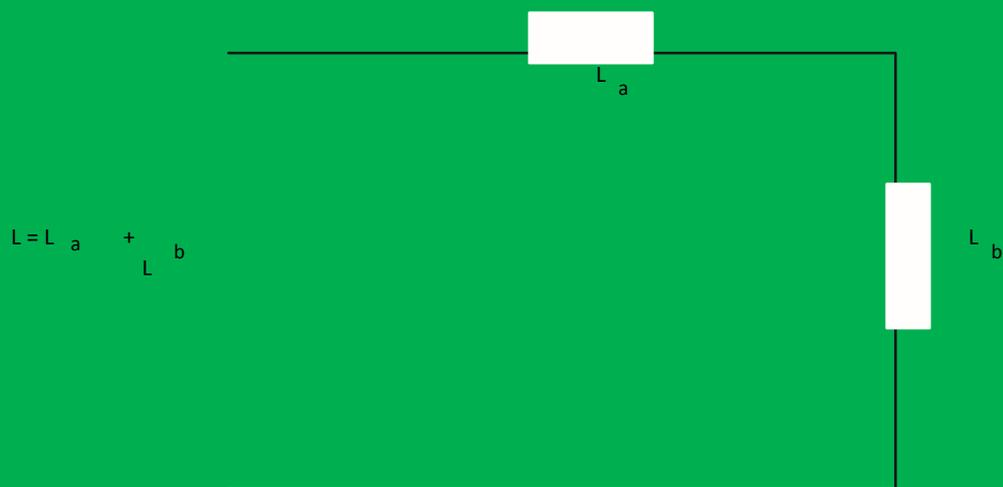

Figura 74: Indutores em série.
- ✓ O resultado é que a associação fica convertida numa mais simples, em que temos L_a e L_b em série como ilustrado (figura 74).